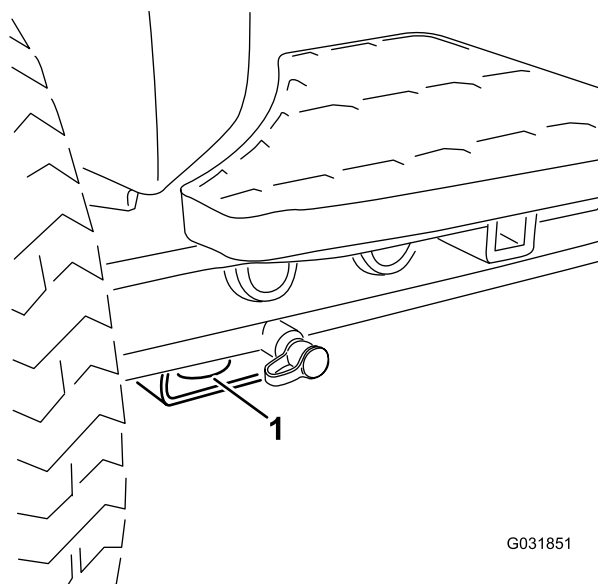
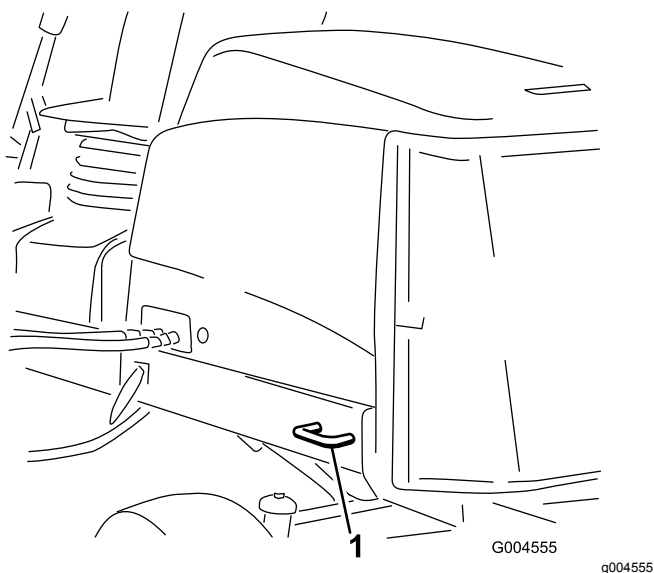

Рисунок 69
Рисунок 70
- Надежно привяжите машину к точкам крепления. И передние, и задние стропы должны быть направлены вниз и в сторону от машины; см. Рисунок 69 и Рисунок 70.
- В передней части – используйте отверстие в прямоугольной подкладке под трубой моста внутри каждого переднего колеса (Рисунок 69)
- В задней части – используйте каждую сторону машины на задней раме (Рисунок 70)